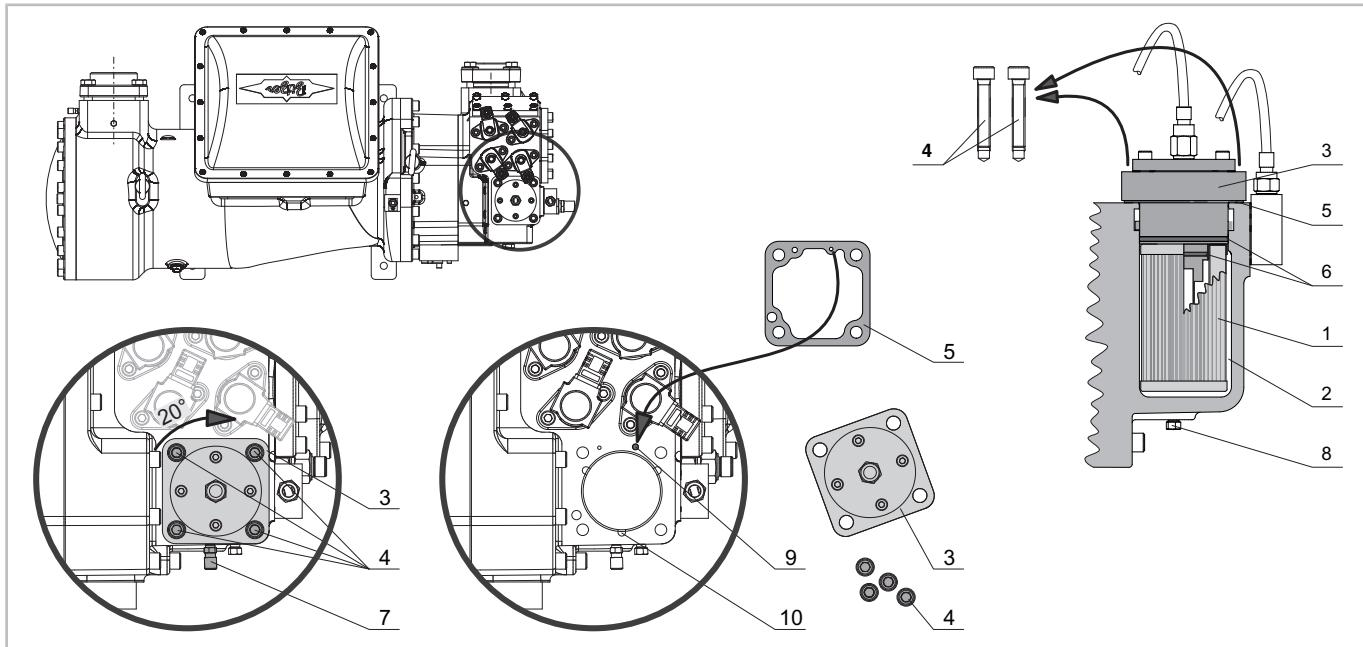

Рис. 13: HS.85: Замена масляного фильтра
- HS.85: перед камерой масляного фильтра, для замены внутреннего масляного фильтра (см. рис. 13, стр. 76).
HS.85: Замена внутреннего масляного фильтра (см. рис. 13, стр. 76)